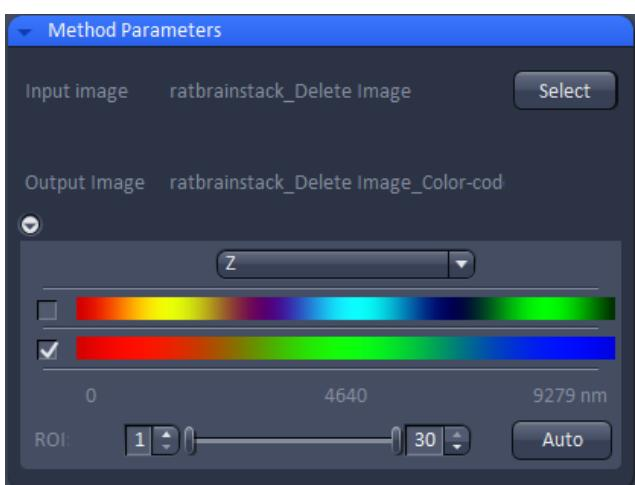

Fig 85 彩色编码投影参数设置
- 在图像选择界面中点击 **Select** 按钮，导入当前图像窗口中打开的图像，其文件名自动出现在 **Input image** 右侧 (Fig. 85)。